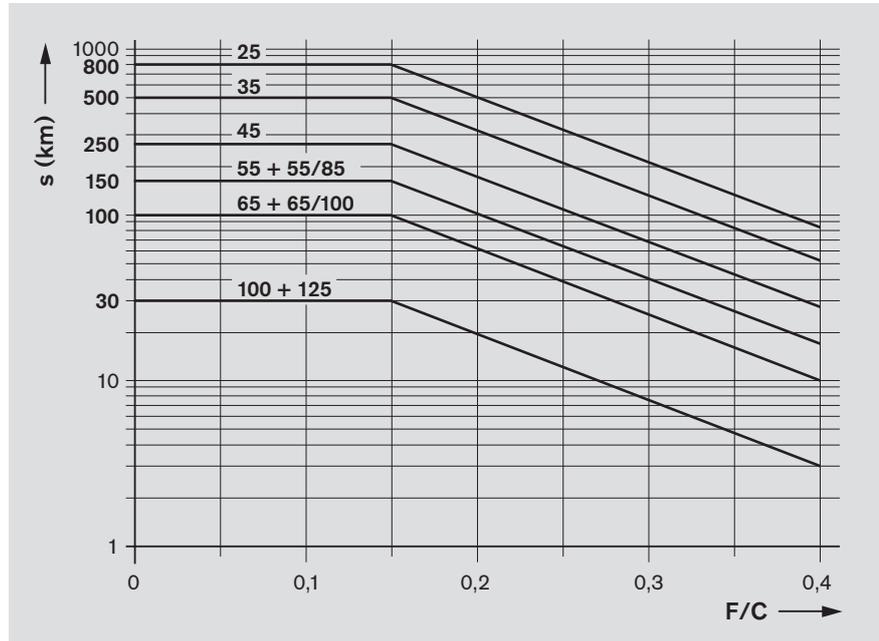

Figura 5
- Si se alcanza el intervalo de relubricación de la figura 5 se deberá introducir la cantidad de lubricante según la tabla 3.
- Si se alcanza el intervalo de relubricación de la figura 5 se deberá introducir por cada conexión de lubricación la cantidad de lubricante según la tabla 4.